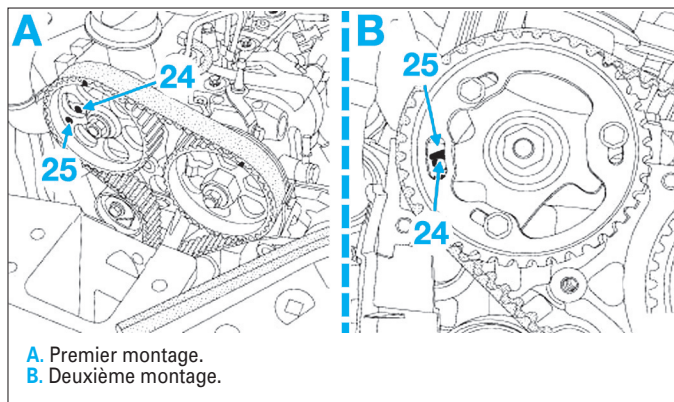

Fig. 49
- [4]. Extracteur de pignon de pompe d'injection à moyeu conique (Mot. 1525) (Fig.49)
- Positionner le moteur au Point Mort Haut. Le trou de la roue dentée d'arbre à cames (24) doit être en face du trou de la culasse (25) (Fig.49).